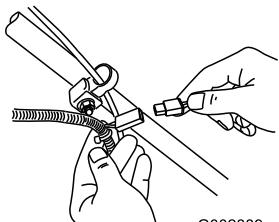

Bild 39
- Schließen Sie das Ladegerät an den Kabelbaum des Rasenmähers an, der sich unter dem Zündschloss befindet (Bild 39).